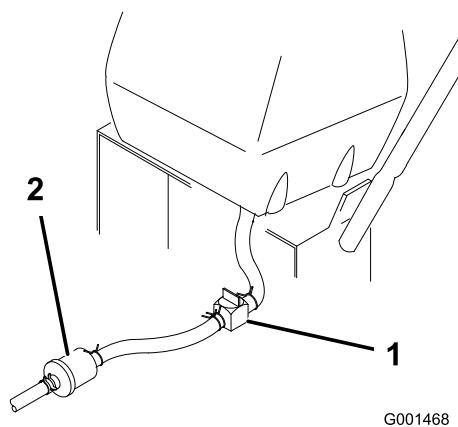

Figure 30
3. Fermez le robinet d'arrivée de carburant sur le réservoir de carburant (Figure 30).
4. Pincez les extrémités du collier de fixation et poussez le collier en haut de la conduite d'alimentation, à l'opposé du filtre à carburant (Figure 30).
5. Débranchez la conduite d'alimentation du filtre à carburant (Figure 30). Ouvrez le robinet d'arrivée de carburant et faites couler le carburant dans un bidon ou un bac de vidange.
7. Ouvrez le robinet d'arrivée de carburant sur le réservoir de carburant (Figure 30).